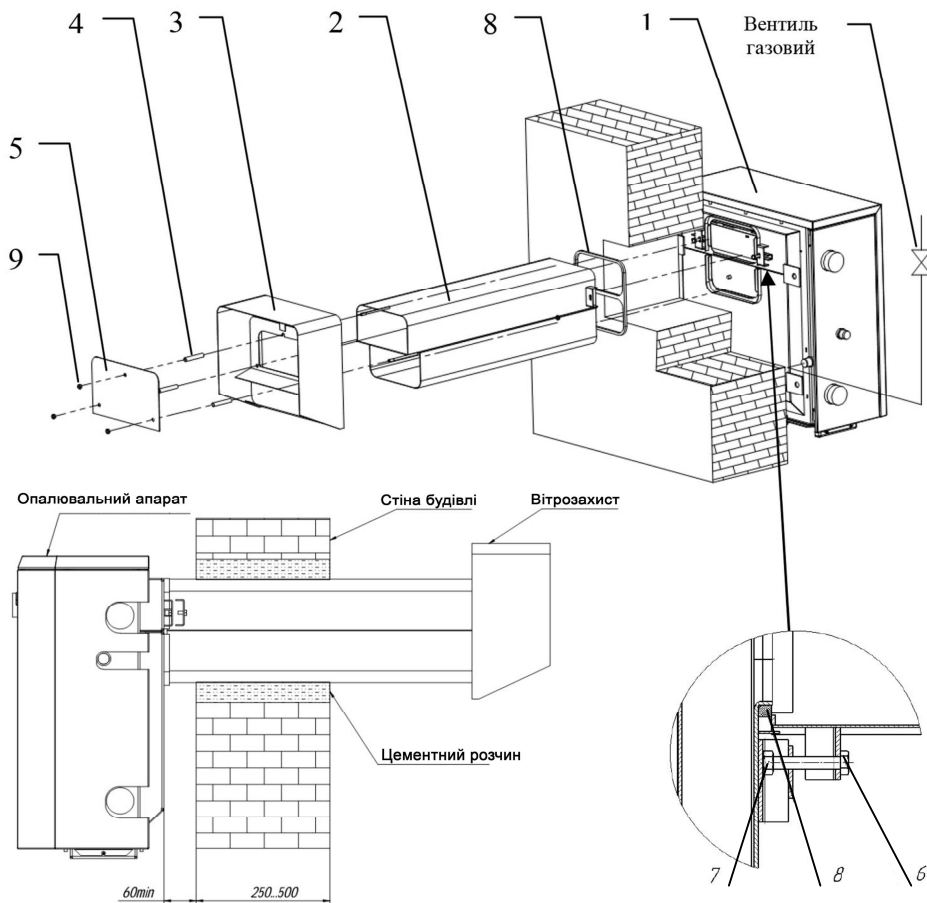

Рис.7 - монтажна схема установки апарата
6.7 Апарат при його монтажі, на розсуд споживача, може встановлюватися як на підлогу, так і навішуватися на стіну приміщення, з урахуванням вимог, викладених в п.6.3 і 6.4. При підлоговому монтажі апарата, в стіні пробивається проріз 260х260мм під трубу рис.7, поз.2. При настінному монтажі апарата, додатково до прорізу 260х260мм, в стіні виконуються 4 отвори для шпильок двохрізбових (гвинт-шуруп сантехнічний), на які буде навішуватися апарат. Розміри шпильок, їх монтаж в стіну і навішування на них теплообмінника апарата, повинні відповідати рис. 6. Можливі й інші варіанти кріплення, які забезпечують надійну фіксацію апарата на стіні приміщення, в якому встановлюється апарат. Схема розташування прорізу і отворів на стіні, а також, установчі розміри апарата в залежності від моделі представлені на рис. 5.
Після підготовчих робіт по пробиванню прорізу, отворів та встановлення шпильок необхідно приєднати трубу поз.2 до апарата поз.1 за допомогою болтів і гайок поз.6,7 (рис.7).
Після затвердіння розчину укласти в канавки на задній стінці апарата ущільнювальний азбестовий шнур поз.8 рис.7 з комплекту поставки, попередньо змочивши його водою.
Навісити апарат на шпильки таким чином, щоб торець труби увійшов в канавки апарата з вкладеним для ущільнення з'єднання шнуром поз.8 рис.7.
Зовні будівлі встановити на 3 шпильки труби обичайку вітрозахисту поз.3, розпірні втулки поз.4, щиток вітрозахисту поз.5 і закріпити гайками поз.9 (рис.7).
6.8 Після виконання монтажних робіт по установці апарата, приєднайте апарат до газопроводу і трубам системи опалення. На газопідвідній трубі перед апаратом обов'язково повинен бути встановлений газовий вентиль (рис.7), який перекриває доступ газу до апарата. Сполучні труби трубопроводів повинні бути точно підігнані до місця розташування вхідних штуцерів апарата. Приєднання не повинно супроводжуватися взаємним натягом труб і вузлів апарата.